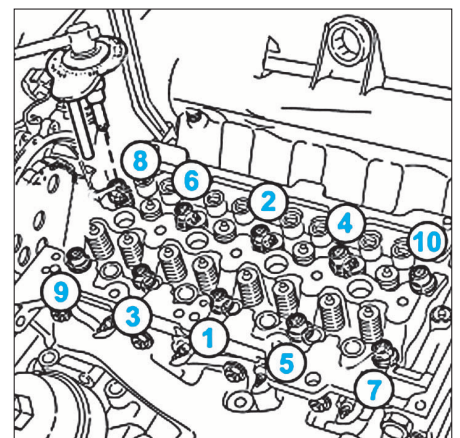

FIG. 25
- Serrer les vis de la culasse à 2 daN.m dans l'ordre préconisé (Fig.25).